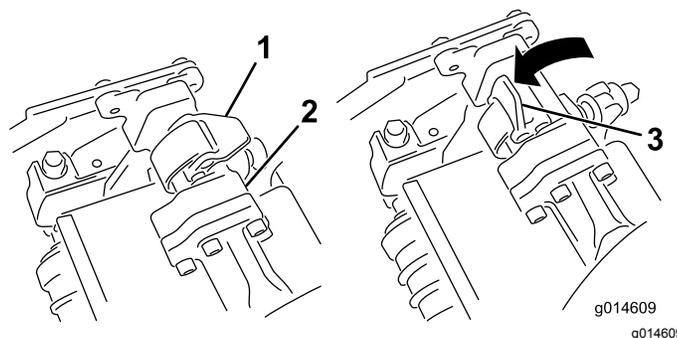
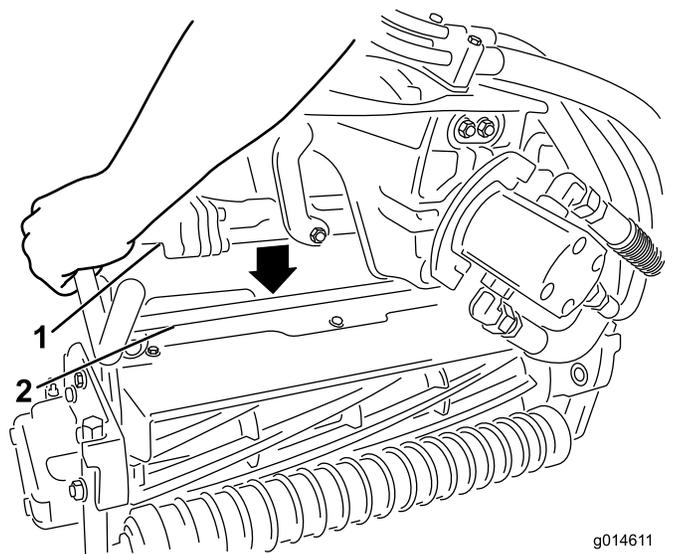

Рисунок 43
Рисунок 44
3. Когда защелки на штанге рычага подвески направлены вверх (т.е. открыты) (Рисунок 43), нажмите на рычаг подвески так, чтобы штанга села на поперечный стержень наверху режущего блока (Рисунок 44).
4. Опустите защелки и поверните вокруг стержня режущего блока и заблокируйте их (Рисунок 43).
4. Откройте защелки на штанге рычага подвески режущего блока, который необходимо снять (Рисунок 43).